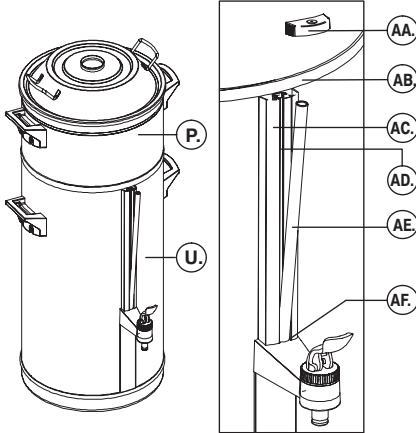

Fig. 8 Nettoyage du verre niveau
- Nettoyez le verre niveau (fig.8) :